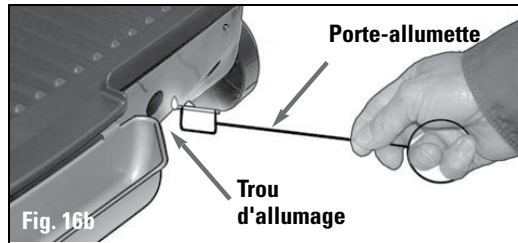

Fig. 16b
- 3) Placer une allumette allumée dans le porte-allumette, puis l'insérer dans le trou d'allumage situé à droite et à l'avant sous la cuve du gril. (FIG 16B)